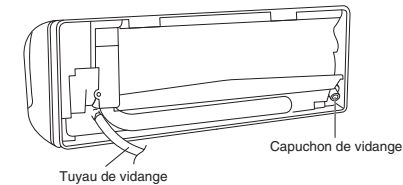

Fig. 3-64
- (a) Localiser le tuyau de vidange et le capuchon de vidange. (Fig. 3-64)
- (b) Enlever les vis fixant le tuyau de vidange sur le côté droit et tirer sur le tuyau de vidange pour l'enlever. (Fig. 3-64)